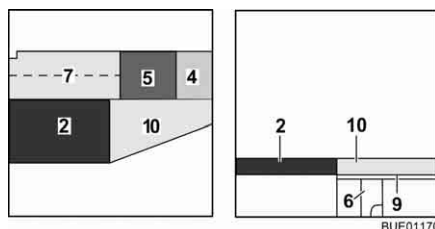

Fig. 132 Dopo la trasformazione
- Posizionare il cuscino del divano (Fig. 132,5) al centro.
- Posizionare il cuscino dello schienale (Fig. 132,4) tra il cuscino del divano e la parete.
- Posizionare il cuscino aggiuntivo (Fig. 132,10) sull'allargamento letto.